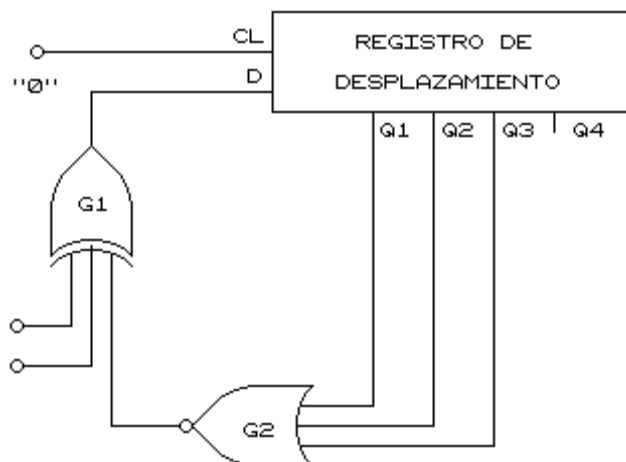

Figura 4.1
1. Con el modulo COM-6A/1, arme el circuito de la figura 4.1 para realizar una serie de pseudo-azar de segundo orden.